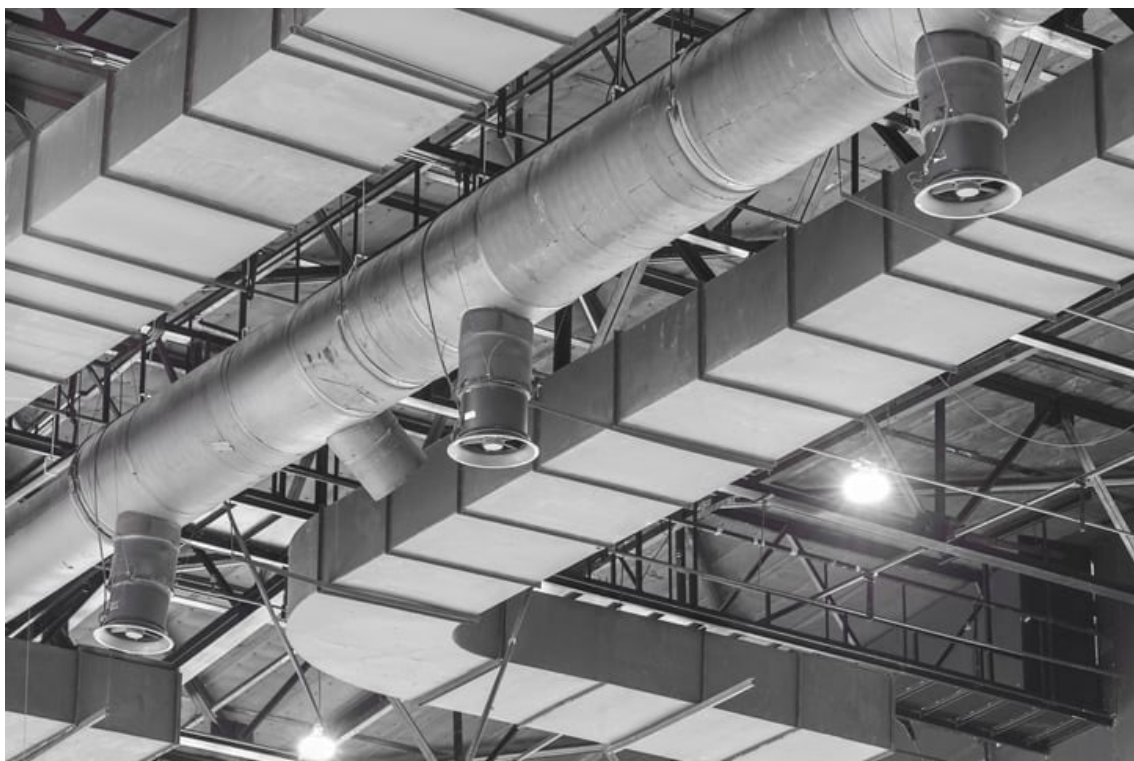

Figura 5. Rețea de conducte [8]
f) **Conductele** sunt o componentă esențială a sistemelor HVAC, responsabile de distribuirea aerului condiționat (încălzit sau răcit) în întreaga clădire. După cum se arată în Figura 5, conductele formează o rețea care conectează centrala de tratare a aerului la diferite camere și spații.